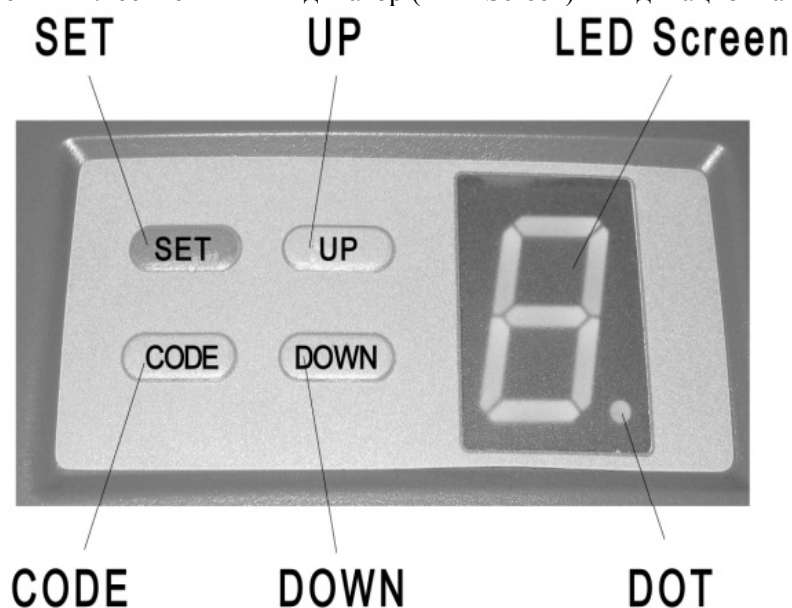

Рис. 5. Панель управления Таблица 4.
- Сразу после включения вилки в розетку кратковременно загорится лампа освещения (подсветка), а индикатор на панели управления привода (рис. 5) отобразит цифры от «9» до «1», после чего привод перейдет в режим ожидания (на индикаторе высветятся символы «П» или «-»). Если вышеописанной индикации нет, отключите привод из розетки и внимательно проверьте все подключения (сверьтесь с разделом «Неисправности и рекомендации по их устранению»).
Настройка привода осуществляется при помощи панели управления (рис. 5), на которой расположены четыре кнопки, сдвоенный 7-сегментный индикатор (LED Screen) и индикационная точка (DOT).